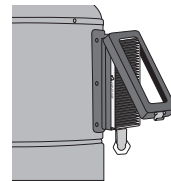

Abbildung 8
1. Öffnen Sie den Verschluss vom Kohlefilterrahmen (**Abbildung 8**).